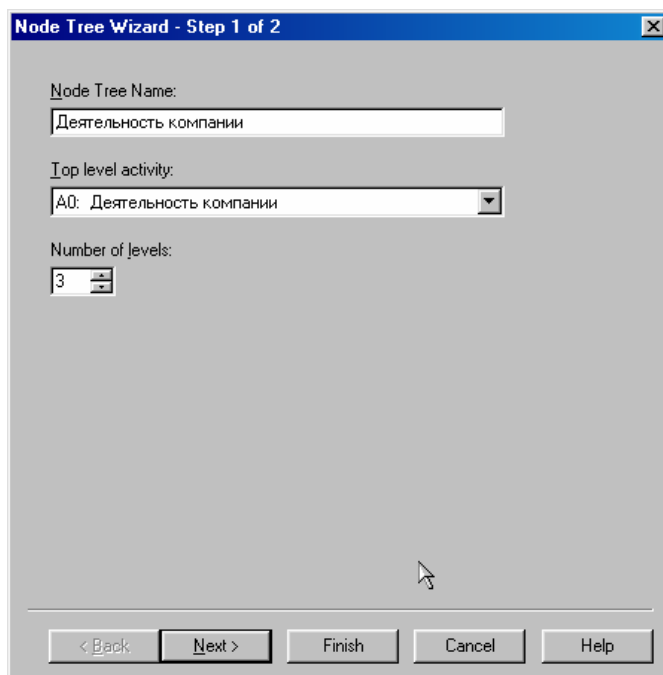

Рисунок 5.2 – Первое диалоговое окно гида *Node Tree Wizard*
2. В первом диалоговом окне гида *Node Tree Wizard* внесите имя диаграммы, укажите диаграмму корня дерева и количество уровней (рисунок 5.2).